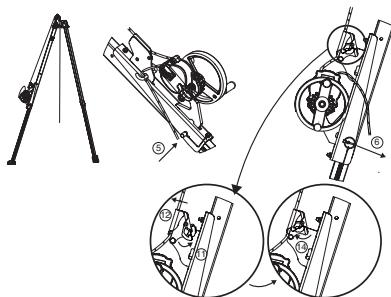

Рис. 9
**ВАЖНО:** во время монтажа устройства следует обратить внимание на фиксатор стропа, который должен быть направлен в сторону головки треноги tracpode (рис. 9).
5. Установите штырь для крепления кронштейна к устройству derope™ UP R. Данный крепежный штырь выполняет две функции: фиксация опоры треноги tracpode и крепление кронштейна для устройства derope™ UP R к этой опоре (рис. 9, 5).
6. Зафиксируйте крепежный штырь с помощью предохранительного штифта (рис. 9, 6).
11. Разомкните стопор для каната, расположенный на кронштейне (рис. 9, 11).
12. Пропустите канат, выходящий из устройства derope™, через стопор для каната, расположенный на кронштейне (рис. 9, 12).
14. Замкните стопор для каната, расположенный на кронштейне (рис. 9, 14).